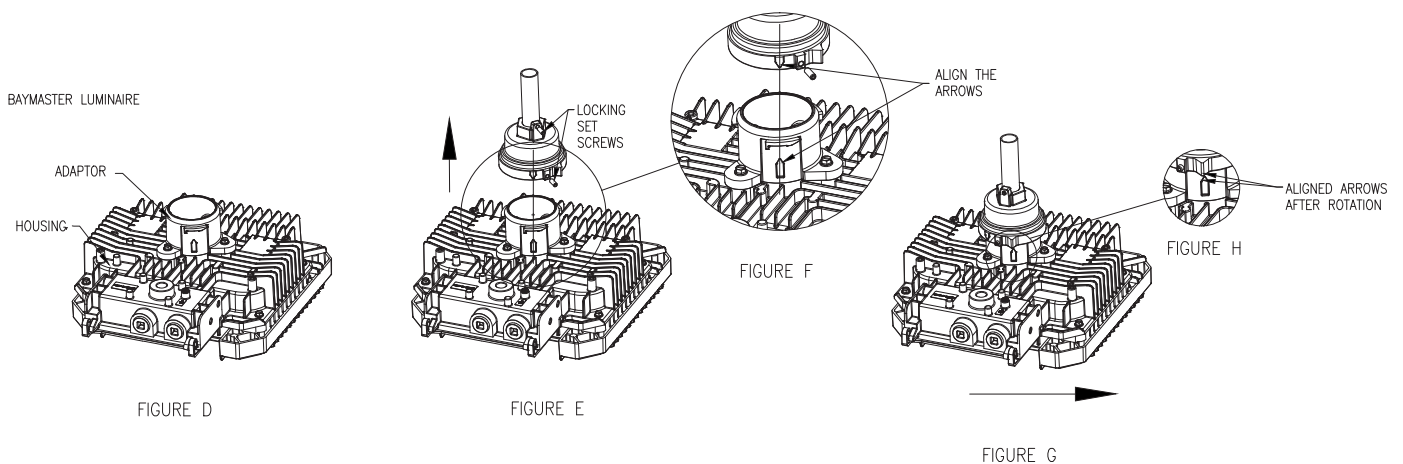

Figure 3: Installation of Luminaire to Pendant Hood
2. Align the arrows of the adaptor and pendant hood as shown in Figure 3 (F) below.
3. Push the luminaire in the direction of the arrow as shown in Figure 3 (E).
4. Rotate the luminaire in the direction of the arrow (counter-clockwise) as shown in Figure 3 (G) until you feel it snap and click into place. The arrows on the pendant hood and adaptor will align as in Figure 3 (H).
2. Alignez les flèches de l'adaptateur et du capot du luminaire suspendu comme illustré à la Figure 3 (F) ci-dessous.
3. Poussez le luminaire dans la direction de la flèche comme illustré à la Figure 3 (E).
4. Faites tourner le luminaire dans la direction de la flèche (sens antihoraire) comme illustré à la Figure 3 (G) jusqu'à ce qu'il s'enclenche en position. Les flèches du capot du luminaire suspendu et de l'adaptateur s'aligneront comme illustré à la Figure 3 (H).